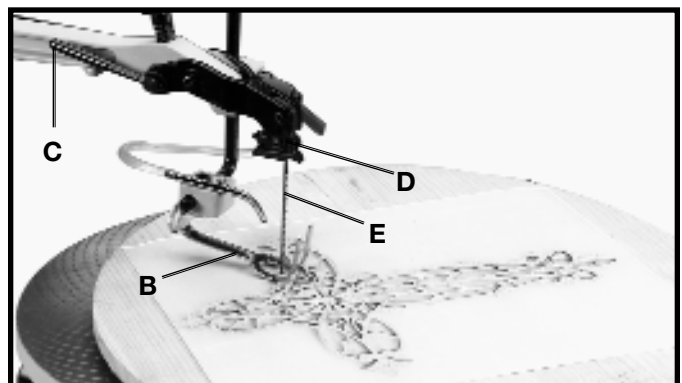

Fig. 38
Placer la lame (E) fig. 38, dans le porte-lame supérieur et serrer la lame en déplaçant le levier (D) vers l'avant. Déplacer le levier de tension (C) vers l'arrière tel qu'illustré et abaisser la tige de retenue du ressort (B). Vous êtes prêt pour la coupe interne suivante.